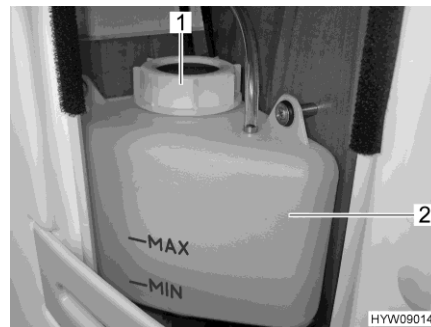

Fig. 173 Repère "MIN/MAX"
- Contrôler si le liquide se trouve entre les marques "MIN" et "MAX" sur le vase d'expansion (Fig. 173,2).
- Ouvrir le bouchon du vase d'expansion (Fig. 173,1).